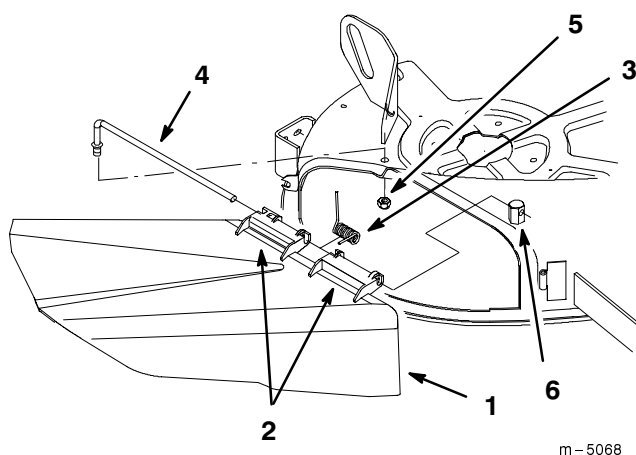

Figure 2
1. Repérez les éléments illustrés dans la Fig. 2.
4. Insérez la tige à l'avant du déflecteur dans la courte cheville de positionnement sur le plateau. Assujettissez l'extrémité arrière de la tige dans le plateau à l'aide de l'écrou (Fig. 2).